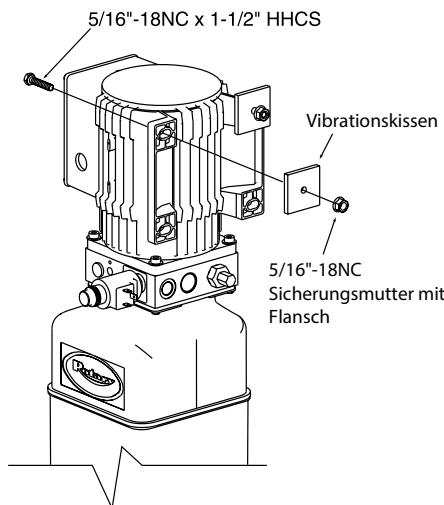
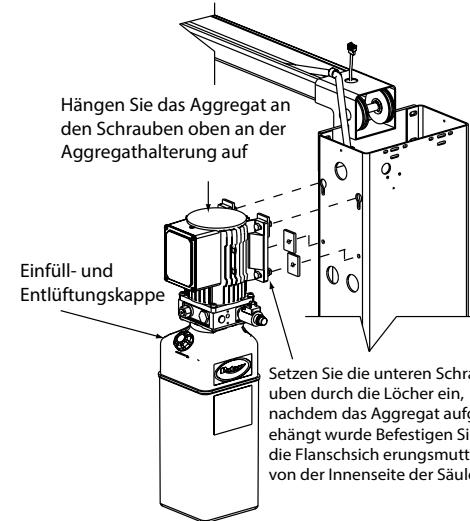
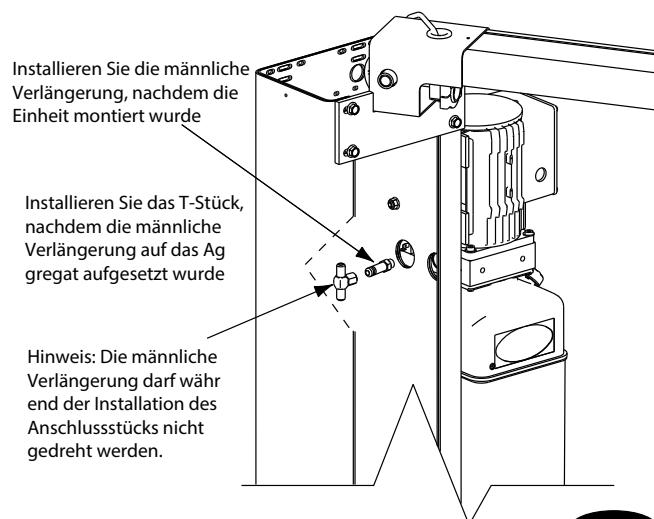

Abb. 10
Abb. 11
Abb. 12
Stecken Sie (2) 5/16"-18NC x 1-1/2" HHCS durch die oberen Löcher in der Halterung des Aggregats und verwenden Sie das Vibrationskissen, um es zu fixieren, Abb. 10. Montieren Sie die 5/16"-18NC Flanschmuttern, bis das Ende der Schraube mit dem Ende der Mutter bündig ist. Das Aggregat auf die Säulenverlängerung montieren, Abb. 11. Schieben Sie die Schrauben/Muttern-Kombination in die oberen Löcher und bis zum unteren Ende des Schlitzes. HHCS, Vibrationskissen und Flansch-HHCS in den unteren Löchern des Aggregats installieren und festziehen. (Achten Sie darauf, dass das Vibrationskissen zwischen Aggregat und Säulenverlängerung liegt). Obere HHCS anziehen und Mutter. Installieren Sie die männliche Verlängerung an der Pumpe und ziehen Sie sie handfest an, bis der O-Ring sitzt, Abb. 12. Ziehen Sie die Gegenmutter weiter mit 14- 20Nm (1,4- 2,1kg-m) an, oder bis Mutter und Unterlegscheibe am Pumpenverteiler anliegen.
Installieren Sie das T-Stück mit Innengewinde am Verlängerungsstück, Abb. 12. Verwenden Sie das Anzugsverfahren für Bördelverschraubungen, um das T-Stück mit Innengewinde am Verlängerungsstück festzuziehen.